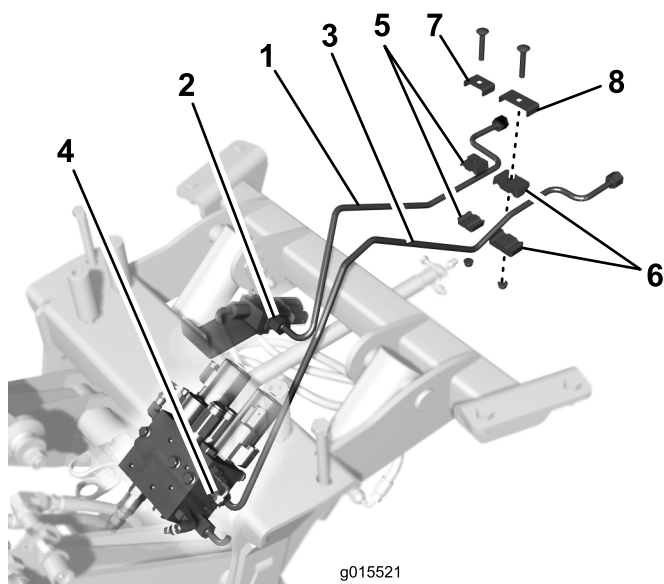

Figure 9
3. Raccordez l'arrière du tube hydraulique court au tube sur la machine (Figure 9).
4. Raccordez l'arrière du tube hydraulique long au tube sur la machine (Figure 9).
6. Fixez légèrement le tube hydraulique court au tube adjacent sur la machine, avec la petite bride de serrage, la petite plaque, une vis de carrosserie et un écrou à embase, comme illustré à la Figure 9.
7. Fixez légèrement le tube hydraulique long au tube adjacent sur la machine, avec la grande bride de serrage, la grande plaque, une vis de carrosserie et un écrou à embase, comme illustré à la Figure 9.